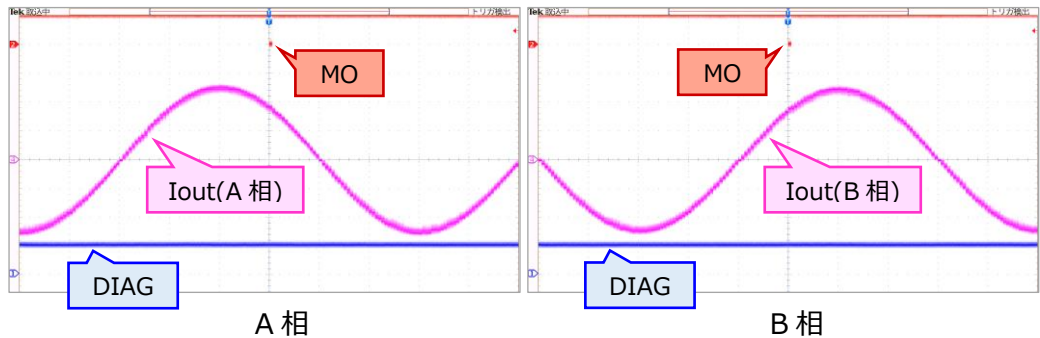

図 1 8W1-2 相励磁 出力電流波形の例 (ご参考)
- ・図 1 は、最も高精細である 8W1-2 相励磁のときの出力電流波形の例です。